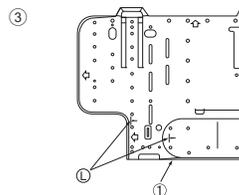
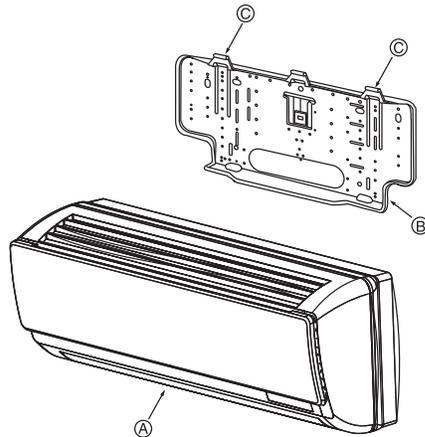

Fig. 3-7
Fig. 3-8
- ③ Au cas où le tuyau évasé serait encastré d'avance dans le mur: (Fig. 3-7)
- (L) Marque
(1) Structure de montage mural
3.3. Montage de l'appareil (Fig. 3-8)
- ① Veiller à bien suspendre les attaches métalliques de l'appareil intérieur au-dessus des crochets de la structure de montage mural.